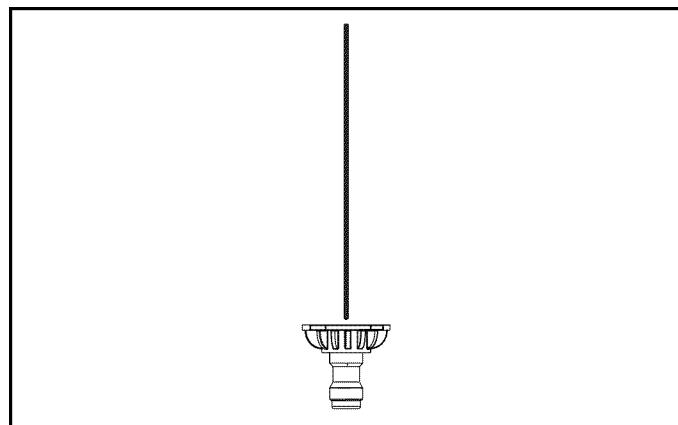

Figura 4-20. Boquilla de presión de chorro fuerte (Roja)
3. Para quitar manchas persistentes en superficies de concreto o mampostería, use la boquilla de chorro roja dentro de la zona manchada (Figura 4-20).